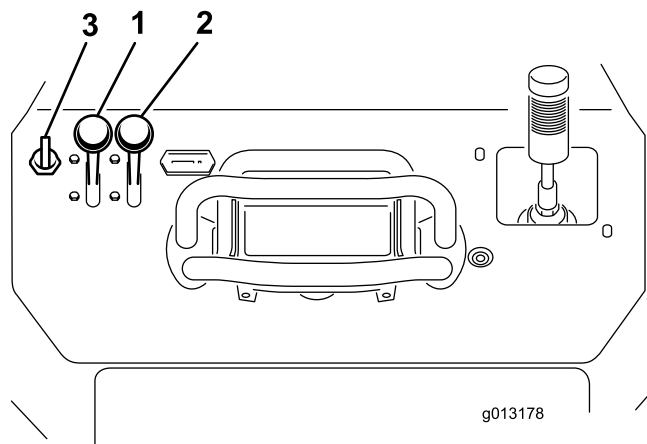

Bild 20
1. Schieben Sie den Gasbedienungshebel in die Mittelstellung zwischen Langsam und Schnell (Bild 20).
2. Schieben Sie den Chokehebel auf die Ein-Stellung (Bild 20).
3. Drehen Sie den Schlüssel auf die Ein-Stellung (Bild 20). Lassen Sie den Schlüssel los, wenn der Motor anspringt.
4. Schieben Sie den Chokehebel langsam auf die Aus-Stellung (Bild 20). Schieben Sie beim Absterben oder Aussetzen des Motors den Choke wieder nach vorne, bis der Motor warm gelaufen ist.
5. Schieben Sie den Gasbedienungshebel auf die gewünschte Stellung (Bild 20).
2. Stellen Sie den Gasbedienungshebel auf die Langsam-Stellung (Bild 20).
3. Drehen Sie den Zündschlüssel auf die Aus-Stellung (Bild 20).